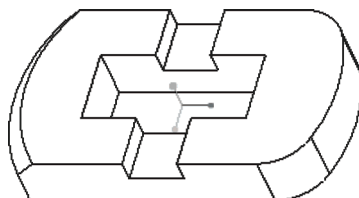

图 8-53 移除倒圆角的结果
9) 在“编辑倒圆角”选项卡中单击 (完成) 按钮，完成结果如图 8-53 所示。